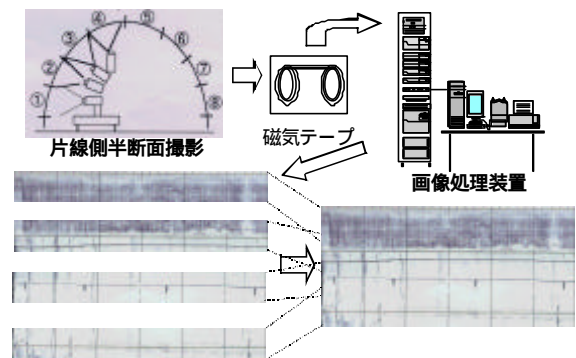

図3 撮影画像のつなぎ合わせ
- ・半断面を4台のカメラで分割撮影をする為、8分割された全断面分のデータを繋ぎ合わせる（図3）。